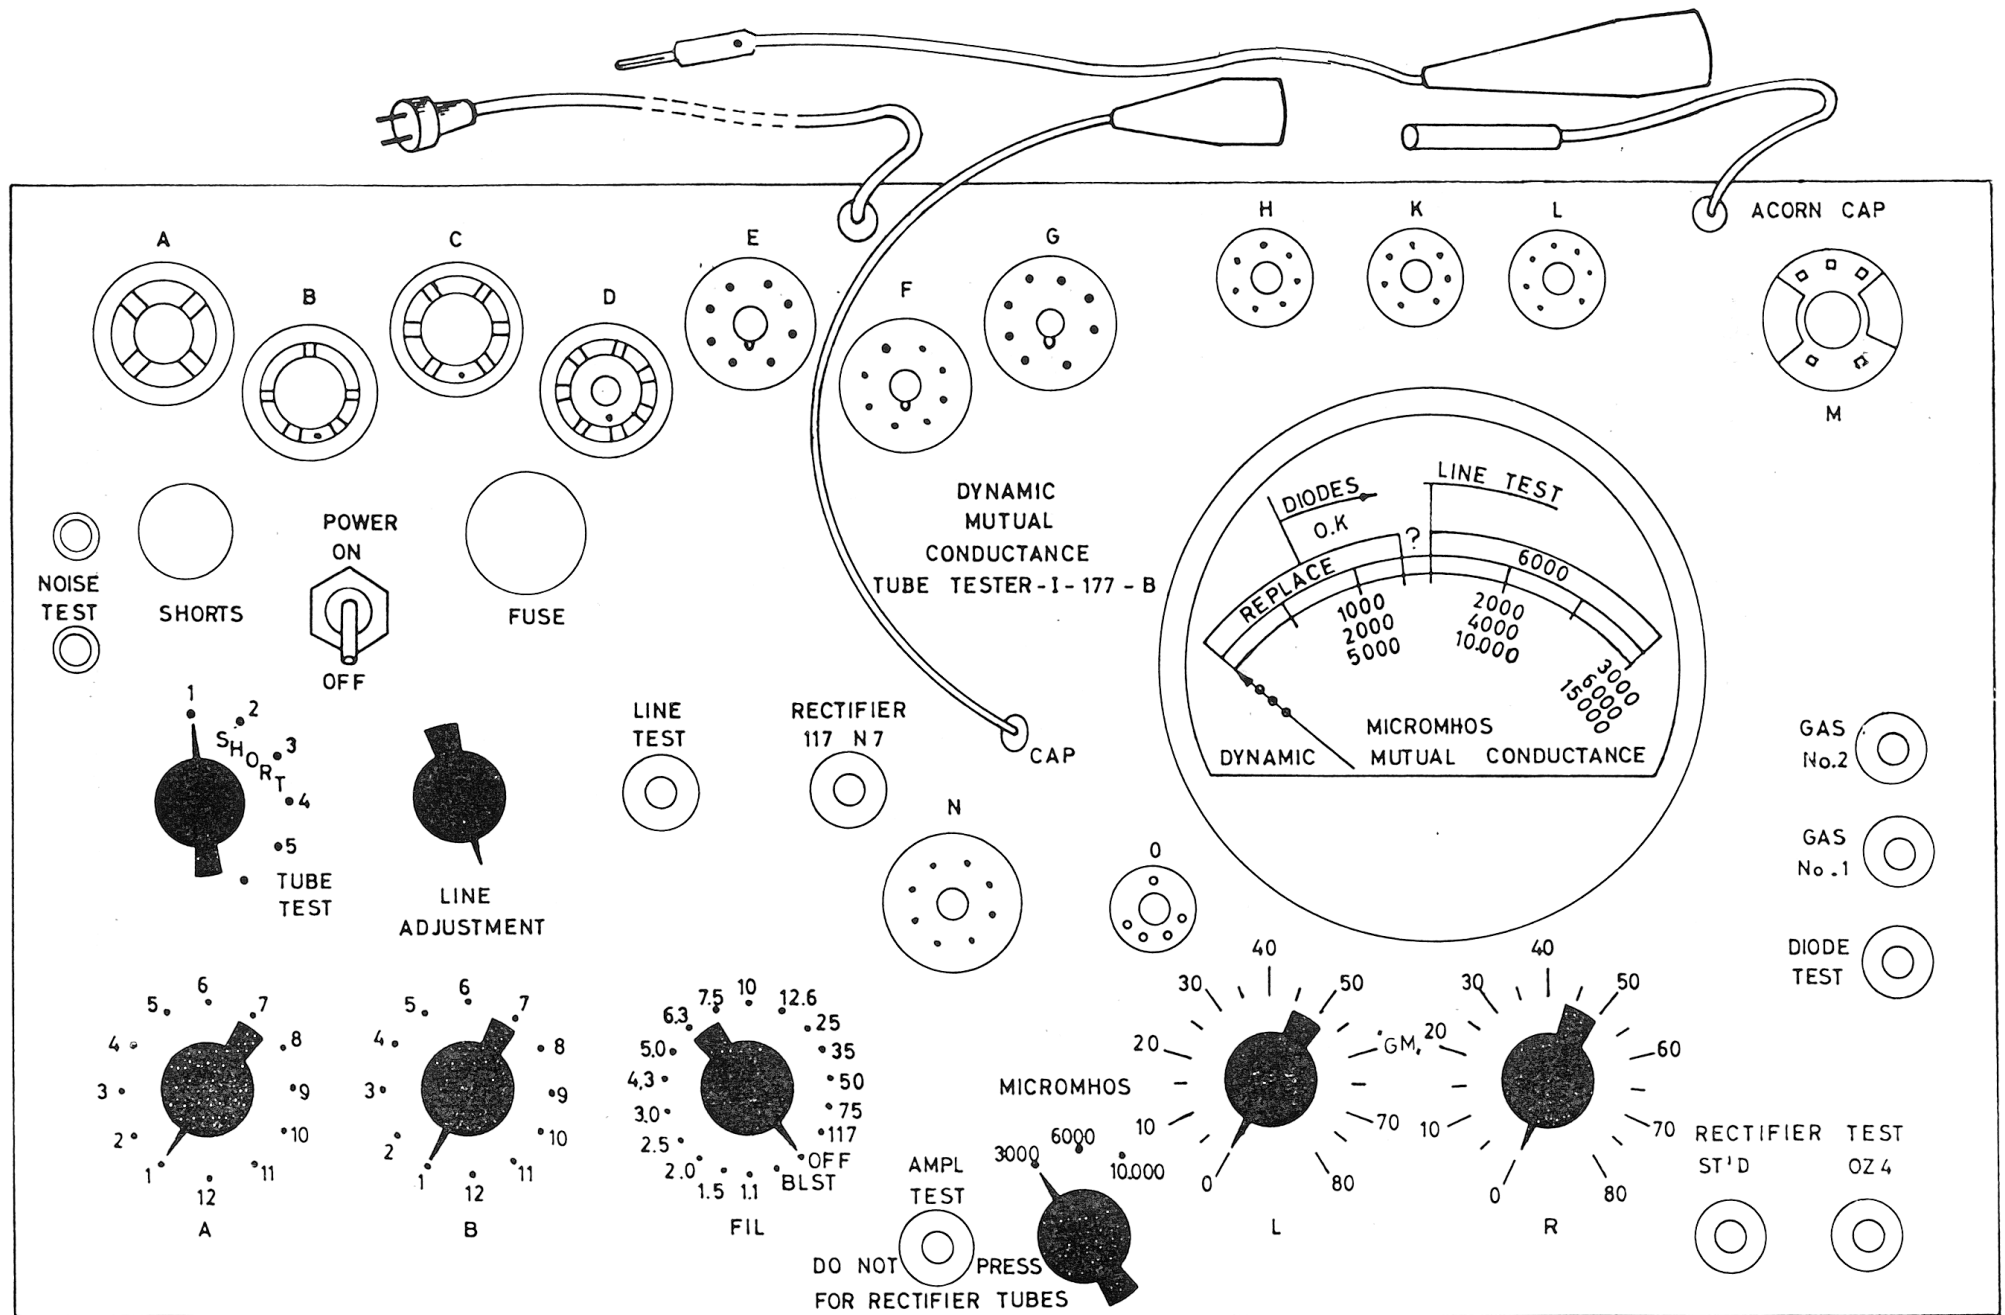

Fig.1
3. Description (fig 1)
a. La figure 1 représente le panneau-avant de l'appareil.